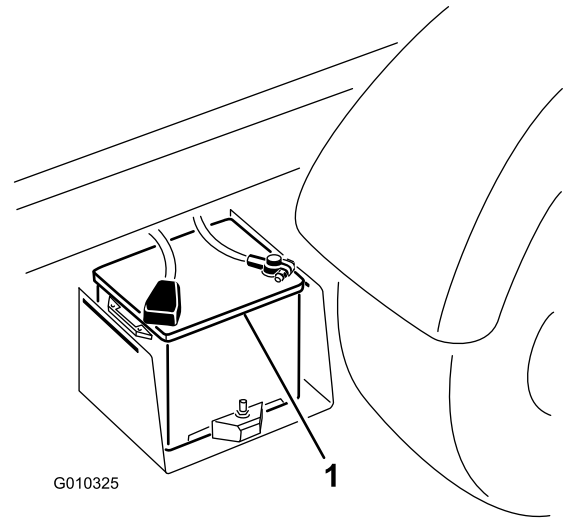

図 62
2. 2台のバッテリーのプラス端子同士をブースタケーブルでつなぐ 図 62。